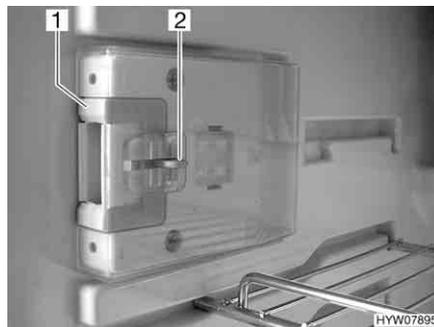
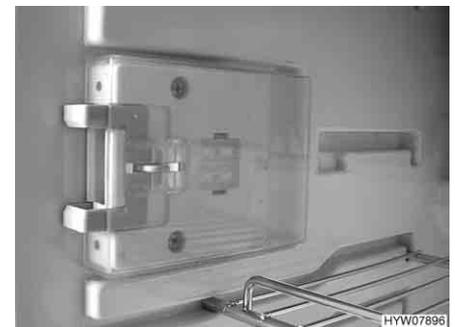

Bild 147 Verschlusseinrichtung in Normalstellung
Bild 148 Verschlusseinrichtung in Lüftungsstellung
■ Die Entriegelung (Bild 147,2) eindrücken.
■ Die Verschlusseinrichtung (Bild 147,1) nach vorn schieben (Bild 148).